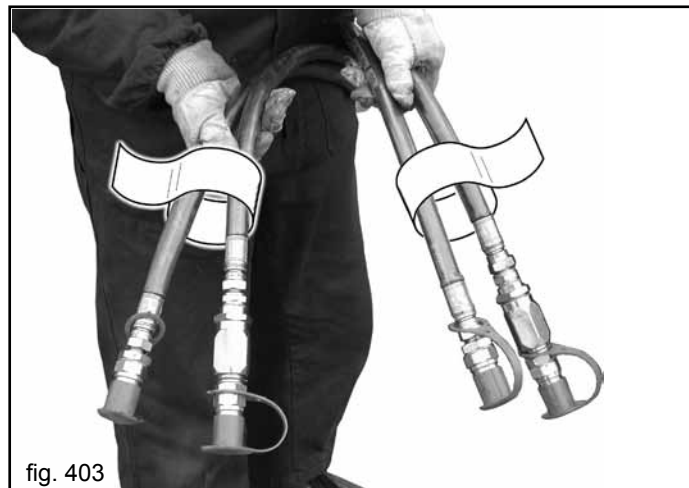

fig. 403
- 4) Anslut de hydrauliska rören på rätt sätt till traktorns fördelare genom att följa anvisningarna på varje enskilt rör (Fig. 403).